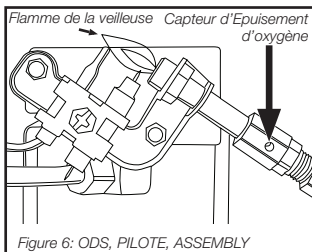

Figure 6: ODS, PILOTE, ASSEMBLY
LES PRECAUTIONS DEVANT ETRE PRISES LORSQUE L'APPAREIL NE DOIT PAS ETRE UTILISE POUR UNE CERTAINE PERIODE: Gardez toujours la zone de l'appareil claire et libre de matériaux combustibles, essence et autres vapeurs et liquides inflammables. Après le refroidissement du réchauffeur du magasin, arrangez-le dans un sac ayant une fermeture à glissière ou tout autre endroit exempt de poussière étanche après chaque utilisation. Gardez les zones de ventilation (fentes dans le bas et le haut à l'avant du réchauffeur) claire à tout moment. Inspectez visuellement et périodiquement la flamme du gaz pilote et le brûleur durant l'utilisation. Cette flamme de veilleuse devrait être de couleur bleue (pas jaune) et se prolonge à un thermocouple et entoure le thermocouple juste en dessous de la borne, voir figure 6. Une légère flamme jaune peut se produire lorsque la flamme de la veilleuse et la flamme principale se rencontrent. Le brûleur doit être de couleur orange vif (avec une légère couleur bleue autour du bord, une brume rouge-orange qui est visible sur la dalle de céramique est acceptable) et sans une flamme visible. Une flamme bleue qui sort au sommet de la dalle de céramique indique une accumulation de poussière, les peluches ou les toiles d'araignée à l'intérieur de l'assemblage du boîtier et l'assemblage du brûleur principal. Si la pilote est jaune ou le brûleur a une Figure 5 : «Relâchez le bouton». Figure 4 : "Adaptateur de Butane" Arbre d'Adaptateur Figure 6 Flamme de la veilleuse Capteur d'Epuisement d'oxygène JOINTS D'ETANCHEITE Mr. Heater | Portable Propane and Butane/Propane Mixture Heater 6 Operating Instructions and Owner's Manual flamme visible, le nettoyage peut être nécessaire. Utilisez la procédure suivante pour inspecter l'assemblage de boîtier et l'assemblage du brûleur principal. Il est nécessaire de vérifier périodiquement l'orifice du brûleur et le tube venturi du brûleur pour vous assurer s'il n'y a pas de nids d'insectes ou des toiles d'araignées qui peuvent s'accumuler au fil du temps. Tube. Un tube obstrué peut mener à un incendie.
7. Inspectez et nettoyez l'orifice du brûleur principal (fileté dans le support de l'orifice). Orifice de support est fixé au venturi du brûleur par (2) deux vis.
8. Inspectez et nettoyez la pilote (monté sur support) en utilisant un aspirateur ou en appliquant une pression d'air à travers les trous dans la pilote indiquée par les flèches sur la figure 6. AVERTISSEMENT: N'utilisez jamais d'aiguilles, de fils, ou d'objets cylindriques similaires pour nettoyer la pilote afin d'éviter des dommages sur l'orifice calibré qui contrôle l'écoulement de gaz.